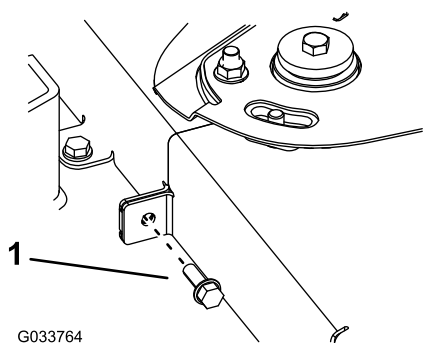

Bild 64
- Entfernen Sie die Schraube, die die zwei Riemenabdeckungen verbindet (**Bild 64**).
- Setzen Sie die Schraube ein, um die zwei Riemenabdeckungen zu verbinden (**Bild 64**).